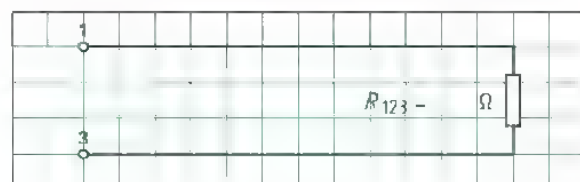

Bild 5: R_{123} zwischen den Klemmen 1 und 3
7. Berechnen Sie den Ersatzwiderstand R_{123} (**Bild 5**), der durch Zusammenfassen der Widerstände R_3 und R_{12} gebildet wird. Tragen Sie den Wert von R_{123} im Bild ein.